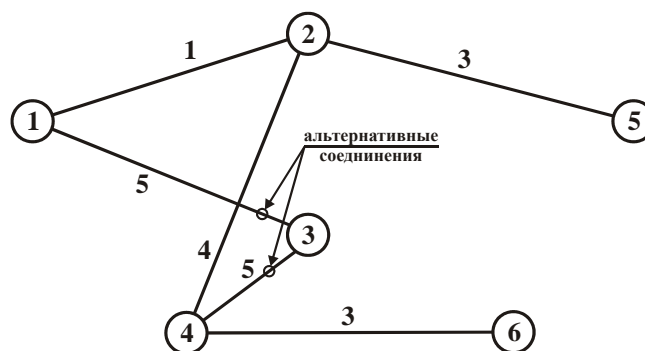

Рисунок 2
**Решение.** Минимальная длина кабеля:  $1 + 3 + 4 + 3 + 5 = 16$  (рис. 2).